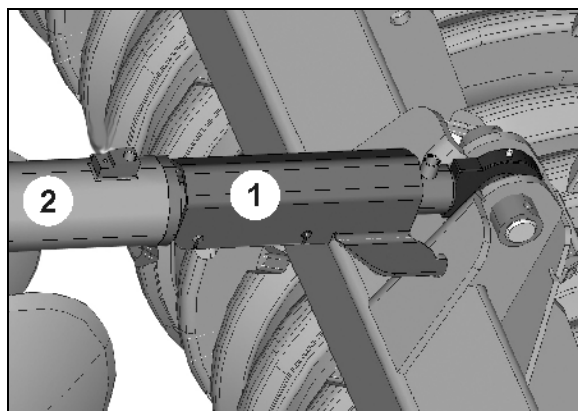

Fig. 31
1. Lås hydraulikksylinderen (Fig. 31/2) med innkjøringssperre (Fig. 31/1).